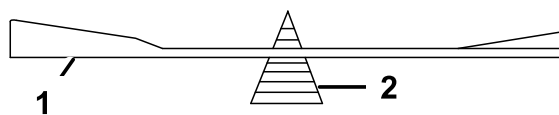

Рисунок 64
2. Проверьте балансировку ножа с помощью балансировочного устройства для ножей (Рисунок 64).